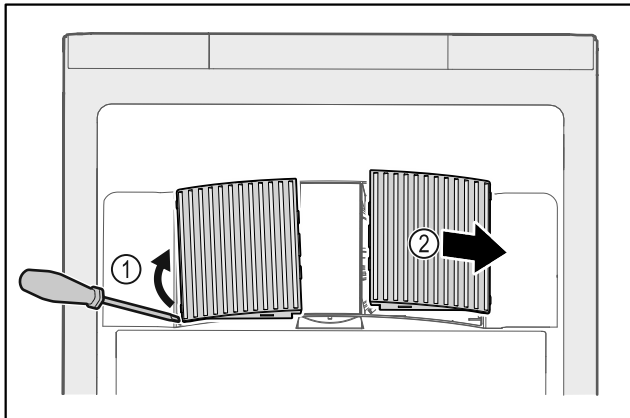

Fig. 58
- ▶ Ventilatorabdeckungen vorsichtig von der Seite heraushebeln Fig. 58 (1) und nach vorne abnehmen Fig. 58 (2).